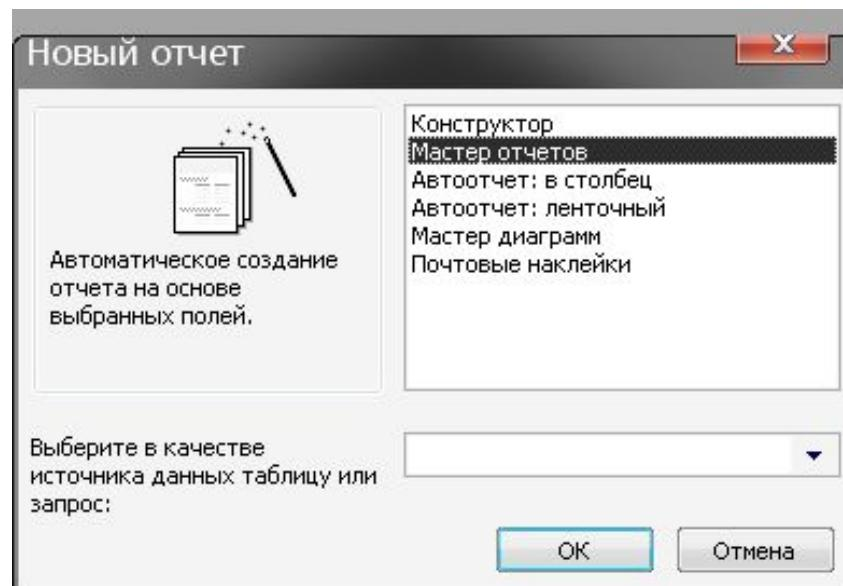

Рис. 2.20
1. У вікні відкритої бази даних вибрати вкладку "Отчеты" і кладнути по кнопці **Создать**. З'явиться вікно "Новый отчет" (рис. 2.20).